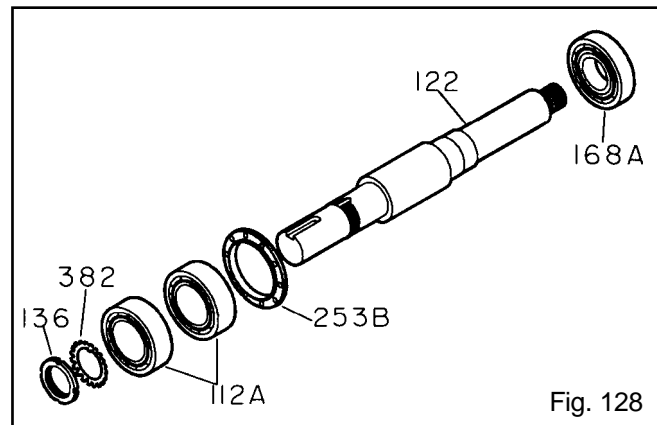

Fig. 128
4. Coloque la arandela de seguridad (382) sobre el eje (122). Coloque la espiga de la arandela de seguridad en la chavetera del eje (Fig. 128).
5. Atornille la contratuerca (136) sobre el eje (122). Apriete la contratuerca hasta que quede ajustada. Doble la espiga de la arandela de seguridad (382) en una ranura de la contratuerca.
6. Coloque el anillo de abrazadera (253B) del cojinete sobre el eje (122). Note la orientación.
7. Instale el cojinete interior (168A) sobre el eje (122).